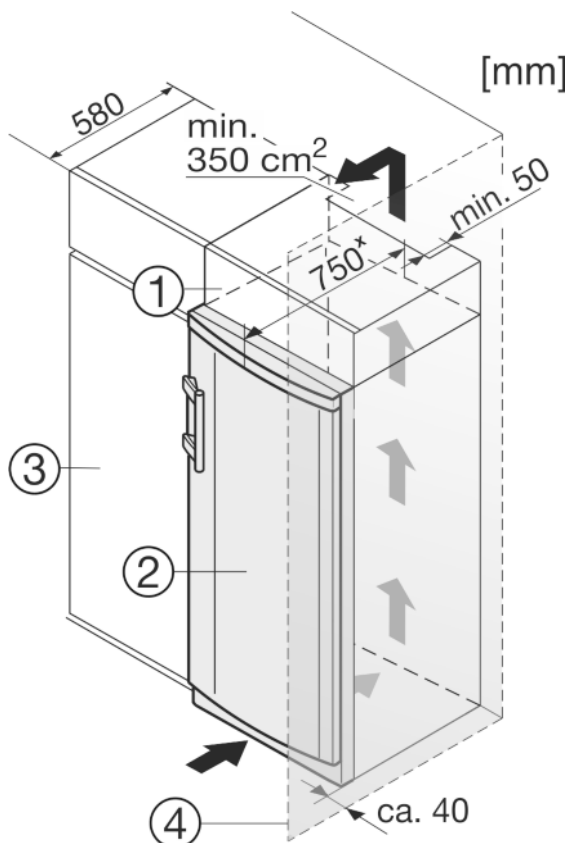

Fig. 9
- (1) Nastavbová skříň (3) Kuchyňská skříň
(2) Spotřebič (4) Stěna
Zařízení lze zabudovat do vybavení kuchyně. K vyrovnání přístroje Fig. 9 (2) na výšku kuchyňské linky lze na přístroj nasadit odpovídající nástavec Fig. 9 (1).
Když se přístroj instaluje závěsy vedle stěny Fig. 9 (4), musí být vzdálenost přístroje od stěny alespoň 40 mm. To odpovídá přesahu madla při otevřených dveřích.